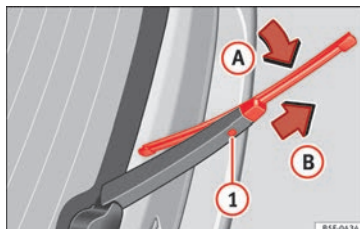

Fig. 82 Remplacement du balai d'essuie-glace arrière.
- Faites pivoter légèrement le balai d'essuie-glace » **fig. 82** (flèche A).
- Maintenez la touche de déverrouillage ❶ enfoncée et tirez en même temps sur le balai dans le sens indiqué par la flèche B.
- Insérez sur le bras d'essuie-glace arrière un balai d'essuie-glace neuf **de même longueur et de même type** dans le sens contraire de la flèche B et jusqu'à ce que la touche ❶ s'encastre.